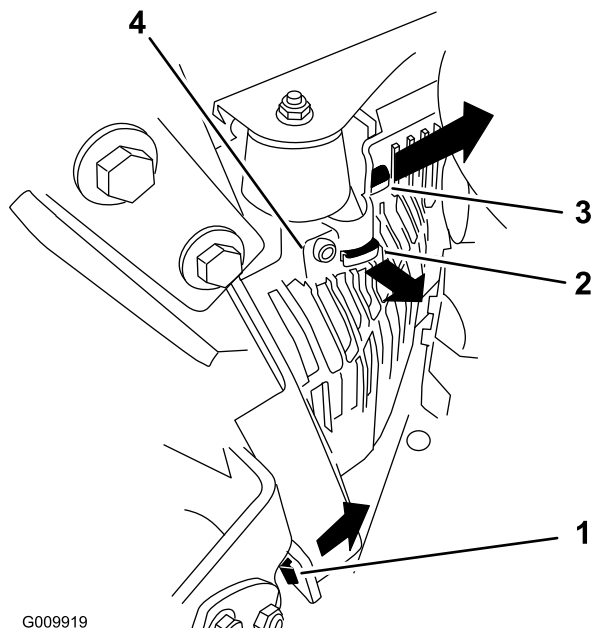

Figure 53
3. Déposez le capot de l'unité hydraulique gauche dans l'ordre indiqué à la Figure 53.
5. Montez le carénage de l'unité hydraulique gauche (Figure 53).